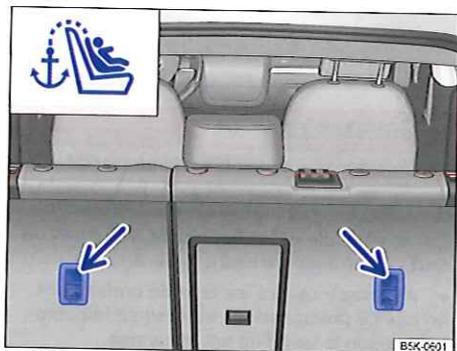

Fig. 84 Œillets de retenue pour la ceinture de retenue supérieure au dos de la banquette arrière
- Accrochez la ceinture de retenue supérieure logée dans le coffre à bagages dans l'œillet de retenue situé derrière le siège correspondant  $\Rightarrow$  fig. 84 et repéré par le nom Top Tether.